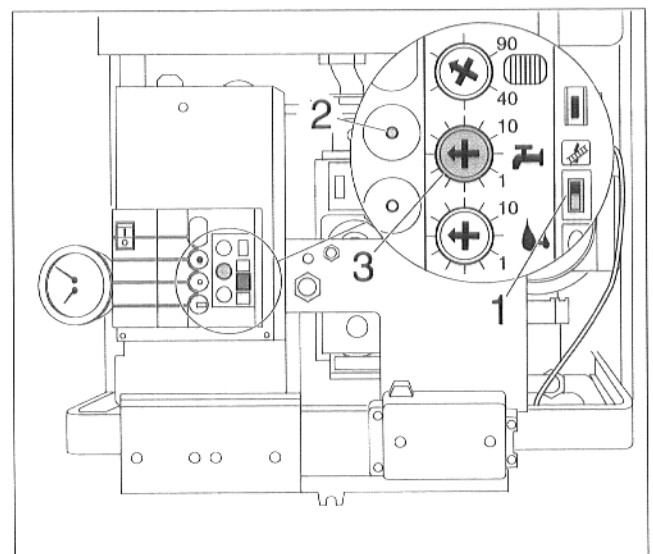

Abb. 35 Voreinstellung für „Brennerdruck messen“
- Schornsteinfegerschalter (Abb. 35, Pos. 1) in Stellung Schornsteinfegersymbol bringen (Display: „-A“).
- Servicetaste (Abb. 35, Pos. 2) drücken und ca. 10 s gedrückt halten (Display: „-Y“).
- Regler für Brauchwasser (Abb. 35, Pos. 3) auf „1“ stellen.